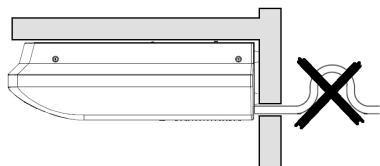

fig. 12
- Evitare formazioni di dossi o rialzamenti sul tubo di scarico (fig.12).